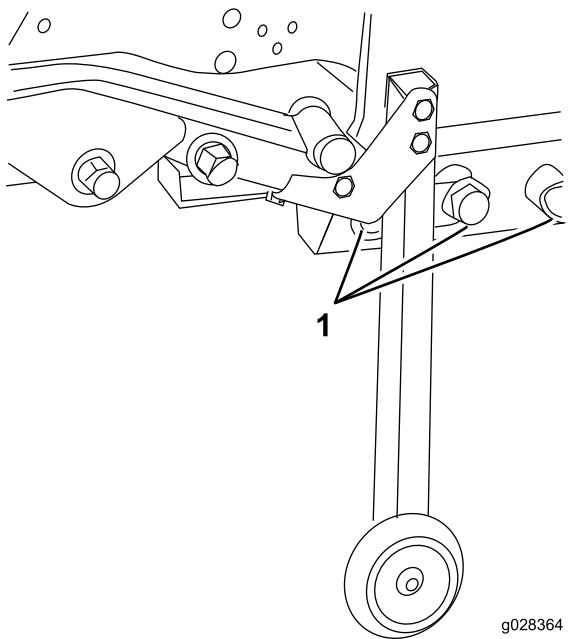

Рисунок 101
23. Осторожно выверните болты (3/4 дюйма), снимите шайбы и гайки, которые крепят раму дески к задней раме (3 шт. с левой стороны и 2 шт. с правой стороны) (Рисунок 101).